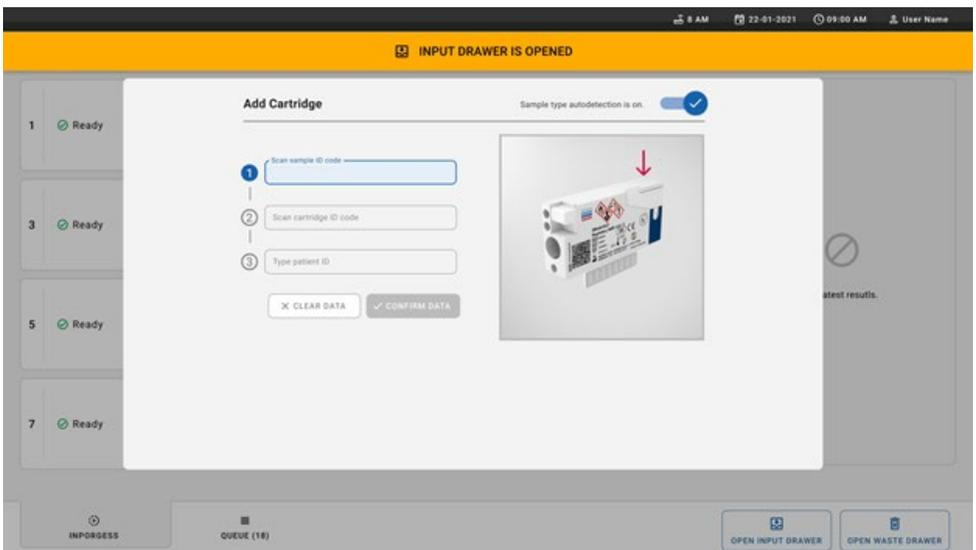

Abbildung 23. Bildschirm „Proben-ID scannen“.
- Das Dialogfeld **Add Cartridge** (Kartusche hinzufügen) erscheint und der Scanner an der Vorderseite des Geräts wird aktiviert. Scannen Sie den Proben-ID-Barcode oben auf der QIAstat-Dx Respiratory SARS-CoV-2 Panel Cartridge vorne am Gerät (Position durch Pfeil angegeben) (Abbildung 23).